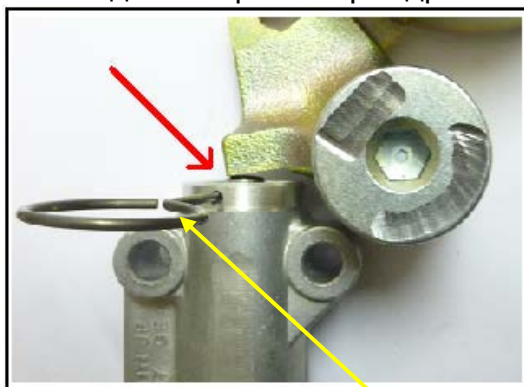

Fig 12
- 6) Проворачивайте натяжитель по часовой стрелке до тех пор, пока 2 мм шпилька (GAT 4360T1) не будет вставлена в отверстие в гидравлическом элементе натяжителя (Рис. 12).
- 16) Немного проверните натяжной ролик по часовой стрелке используя шестигранный ключ и гексагональный слот (рис. 11). Удалите фиксатор гидравлического натяжителя (рис. 12).